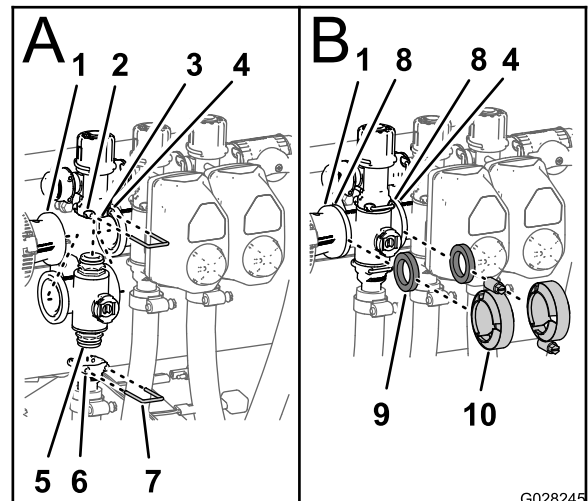

Рисунок 88
1. Вставьте верхний штуцер торцевой крышки коллекторного клапана в перепускной штуцер (вид А на Рисунок 88).
2. Прикрепите штуцер торцевой крышки к перепускному штуцеру, вставив держатель в гнездо перепускного штуцера (вид А на Рисунок 88).
3. Установите выпускной штуцер на нижний штуцер торцевой крышки коллекторного клапана (вид А на Рисунок 88).
4. Прикрепите штуцер торцевой крышки к выпускному штуцеру, вставив держатель в гнездо выпускного штуцера (вид А на Рисунок 88).
5. Установите одну прокладку между фланцами переходной муфты и коллектором клапана секции (В на Рисунок 88).
6. Установите переходную муфту, прокладку и коллектор клапана секции с помощью хомута, затянув его от руки (вид В на Рисунок 88).
7. При установке двух самых левых клапанов секций установите одну прокладку между фланцами двух соседних коллекторов клапанов секций (В на Рисунок 88).
8. Установите два прилегающих коллектора клапанов секций и прокладку с помощью хомута, затянув его от руки (вид В на Рисунок 88).